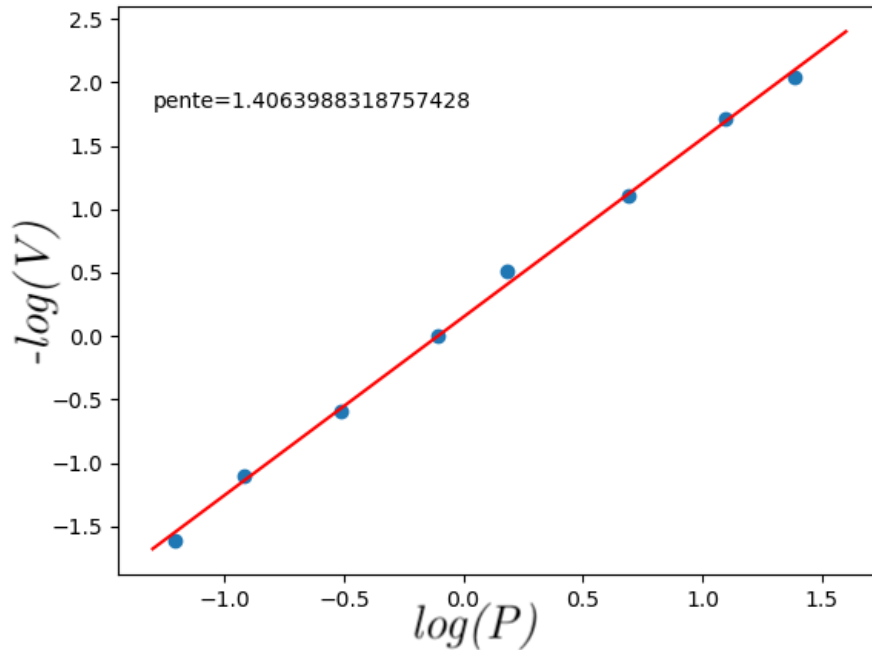

FIGURE 5 – Caption
- Relation de Laplace pour l'évolution isentropique d'un gaz parfait : $PV^\gamma = cste$. On peut donc se placer sur une isentropique et faire une régression linéaire pour vérifier le coefficient de Laplace de l'air. Je l'ai fait en figure 5, on trouve $\gamma = 1,41$ ce qui montre que l'air vérifie bien le modèle du GP.